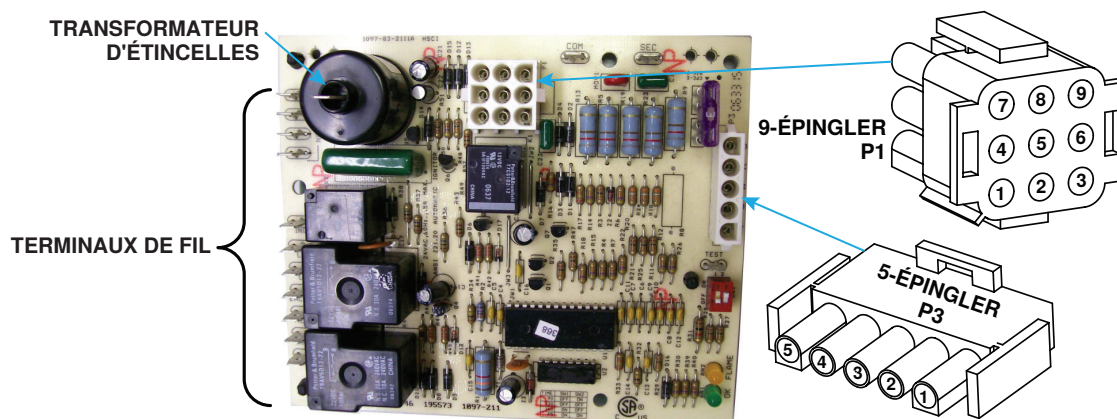

Figure 47. Contrôleur d'allumage de remplacement (PN 195573)
- Positionnez le gabarit de perçage (5), avec le côté peint vers le haut, sur les trous de montage du contrôleur d'allumage retirés à l'étape 2. Alignez les trous du contrôleur de remplacement vers le bas du panneau.
- Positionner la carte de circuit imprimé DSI (1) de manière à ce que le transformateur d'étincelles soit situé le plus près possible de l'électrode d'étincelles du brûleur. Enclenchez (*snap*) la carte de circuit imprimé dans les trous.
- Branchez une extrémité du câble d'allumage de remplacement (6) à l'électrode d'étincelle sur le brûleur et l'autre extrémité au transformateur d'étincelle (voir Figure 47) sur la carte de circuit imprimé DSI de remplacement (1).
- Branchez l'ensemble de fils à 5-épingler P3 (3) à la barrette de borne du thermostat tel qu'illustré à la Figure 47.
- Branchez l'ensemble de fils à 9-épingler P1 (2) tel qu'illustré à la Figure 47. Au besoin, raccourcissez les fils et installez des terminaux de remplacement (8).
- Branchez les fils existants aux terminaux (1) de la carte de commande DSI. Si la borne du fil de tension de ligne est de 3/16 pouce, coupez la terminal, dénudez le fil et installez une terminal à connexion rapide (7). Branchez le fil de tension de ligne à la terminal L1.
- Branchez une extrémité de l'ensemble de fil rouge de 24 pouces (4) à l'interrupteur de retour situé sur le dessus de la boîte du brûleur. Branchez l'autre bout sur le fil conducteur de l'interrupteur de fin de course à l'aide d'un écrou de fil (9).
- Installez des attaches de câble (10) au besoin pour le cheminement et pour la longueur de câble excédentaire.